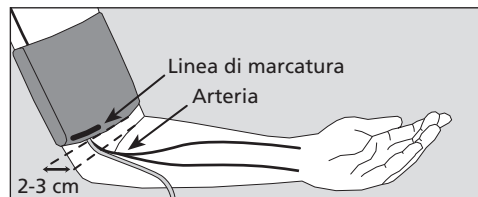

Fig. 4
➔ Spingere il bracciale aperto ad anello sul braccio, fino a che il margine inferiore del bracciale venga a trovarsi circa 2-3 cm sopra la piega del gomito. Il bracciale deve essere posizionato in modo tale che la linea di marcatura venga a trovarsi sopra l'arteria (vedere Fig.4).
**!** Non posizionare **mai** l'anello metallico sopra l'arteria (vedere Fig. 4); in caso contrario, i valori pressori possono risultare falsati.